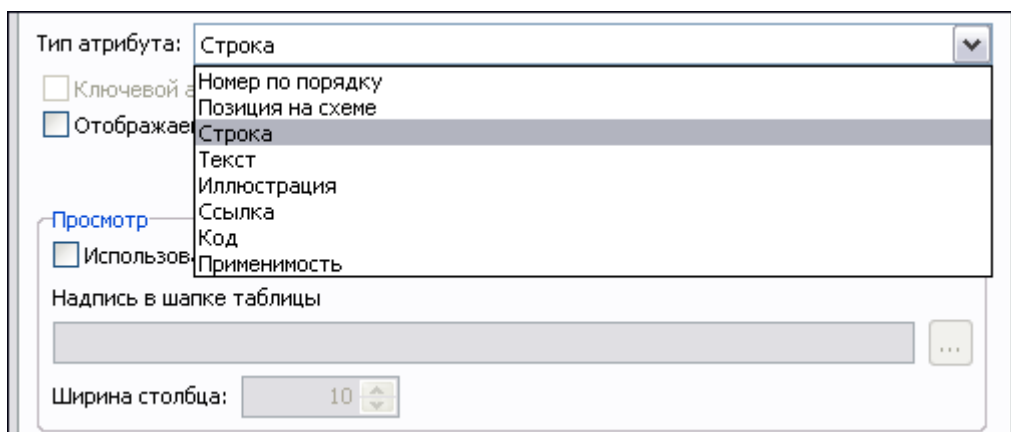

Рис. 3.22
3. Откройте выпадающий список в окошке **Тип атрибута** (Рис. 3.22).